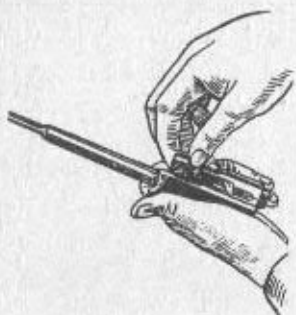

Bild 29 Abnehmen des Schlosses von der Schloßführung
9. Das Schloß von der Schloßführung abnehmen (Bild 29). Dazu die Schloßführung mit der linken Hand so fassen, daß das Schloß nach oben zeigt. Mit der rechten Hand das Schloß zurückziehen und so drehen, daß die Führungswarze aus der Führungsnut tritt, und das Schloß nach vorn abnehmen.